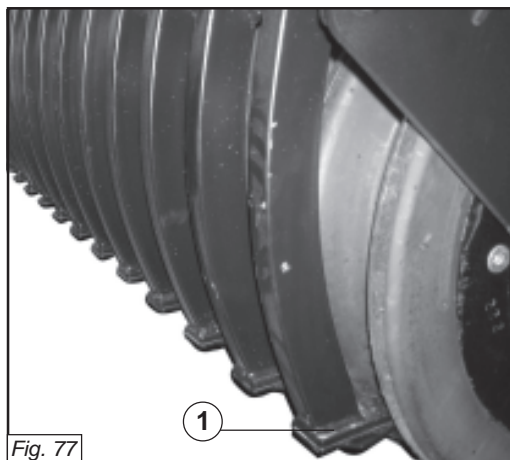
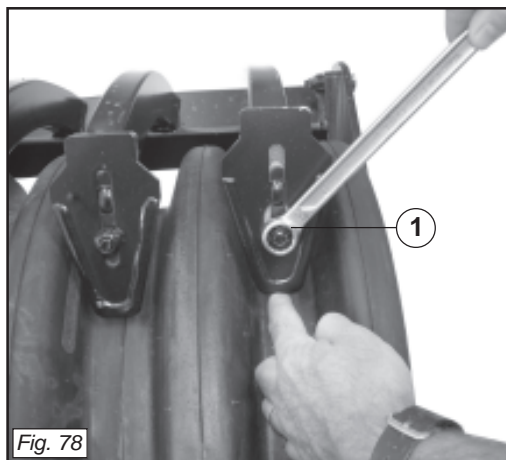
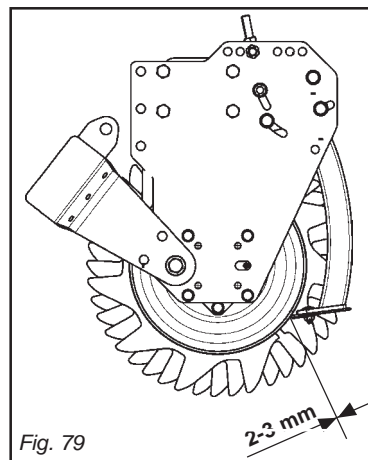

Fig. 77
Fig. 78
Fig. 79
Sulla trave raschiaterza ci sono le piastrine raschiatrici (1 Fig. 77), in materiale antiusura, che hanno la funzione di pulire dall'accumulo dei terra il rullo stesso. Sono montate su appositi supporti sagomati fissati sulla barra posteriore del rullo.
Il montaggio corretto si ottiene fissando la piastrina raschiatrici al supporto raschiaterza, facendola scorrere sulla guida e bloccandola con la vite (1 Fig. 78) ed il dado alla distanza desiderata dal rullo.
Per il rullo gommato si consiglia una distanza tra rullo e piastrina di 7/10 mm, per tutti gli altri rulli invece è consigliata una distanza di 2/3 mm (Fig. 79).
Auf dem Erdbabstreifbalken befinden sich die Erdbabstreifplättchen (1 Abb. 77) aus verschleißfestem Werkstoff, welche die Funktion haben, die Erdbanhäufungen von der Walze zu entfernen. Sie sind auf besonders geformten Haltern montiert, die auf dem hinteren Balken der Walze montiert sind. Die korrekte Montage erhält man, indem man das Abstreifplättchen am Erdbabstreifträger befestigt, es über die Führung gleiten lässt und mit der Schraube (1) und der Mutter im gewünschten Abstand von der Walze blockiert. Für die Gummiwalze empfiehlt sich ein Abstand zwischen Walze und Plättchen von 7/10 mm, für alle anderen Walzen empfiehlt sich dagegen ein Abstand von 2/3 mm (Abb. 79).
En la viga raspadora se encuentran las plaquitas raspadoras (1 imagen 77), de material antidesgaste, con la función de quitar la tierra que se acumula en el rodillo mismo. Están montadas sobre soportes moldurados fijados en la barra trasera del rodillo.
Para obtener un montaje correcto hay que montar las plaquitas raspadoras a la viga raspadora, haciéndolas discurrir sobre la guía y fijándolas con el tornillo (1 imagen 78) a la distancia entre plaquita y rodillo. Para el rodillo engomado la distancia aconsejada entre plaquita y rodillo es 7/10 mm, para los otros rodillos la distancia aconsejada es 2/3 mm (imagen 79).